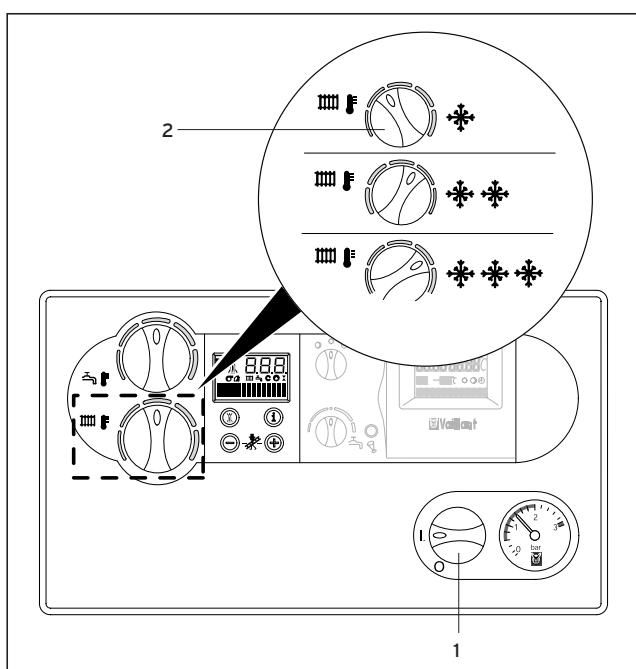

Fig. 3.7 Impostazione della temperatura di mandata
3.4.1 Impostazione della temperatura di mandata (fig. 3.7)